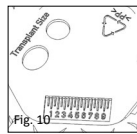

Fig. 10
■ **Fig. 1b/10** Le sagome riportate sul retro del disco sizer (Fig. 1b) mostrano la misura minima dell'innesto in grado di rivestire la membrana timpanica (Fig. 10). Ovale: per testa della protesi con placca ovale. Rotonda: per testa della protesi con placca rotonda
■ **Fig. 10** La scala millimetrica serve ad effettuare misure generali di comparazione che possono risultare utili nell'ambito di un'operazione sull'orecchio medio. In linea di principio, il lato posteriore può essere utilizzato anche come superficie d'appoggio o campo di preparazione per vari procedimenti, per esempio per la lavorazione dell'innesto o come deposito intermedio.